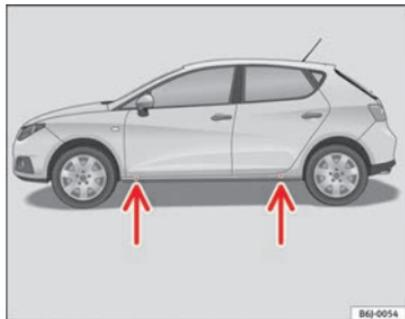

Abb. 149 Aufnahme-
- Suchen Sie den Aufnahmepunkt am Unterholm, der dem zu wechselnden Rad am nächsten liegt ⇒ Abb. 149.
Am Unterholm kennzeichnen jeweils vorn und hinten Eindrückungen die Stellen, an denen der Wagenheber angesetzt werden darf ⇒ Abb. 149. Es gibt für jedes Rad genau eine Stelle. An anderen Stellen darf der Wagenheber nicht angesetzt werden.